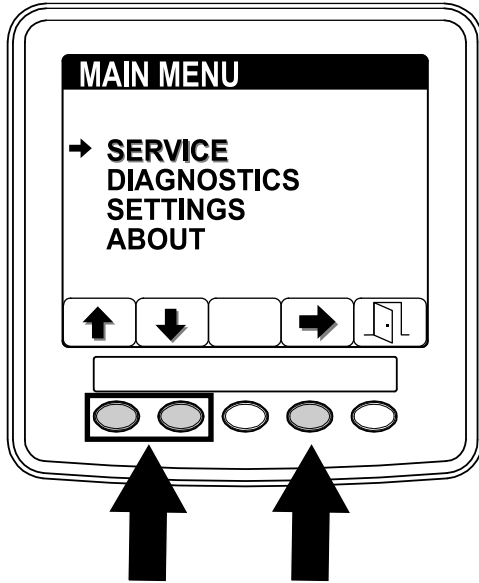

Bild 66
1. Drücken Sie auf dem HAUPTMENÜ die Taste 1 oder Taste 2, um zur Option SERVICE zu navigieren; drücken Sie die Taste 4, um das Element SERVICE auszuwählen (Bild 66).